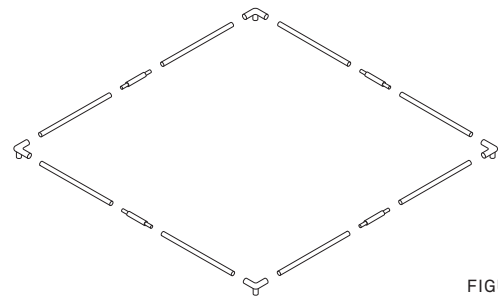

FIGURA 1B
2. Coloque todos los tubos horizontales entre las piezas de esquina y conéctelos mediante las piezas de unión. Véase la figura 1b.